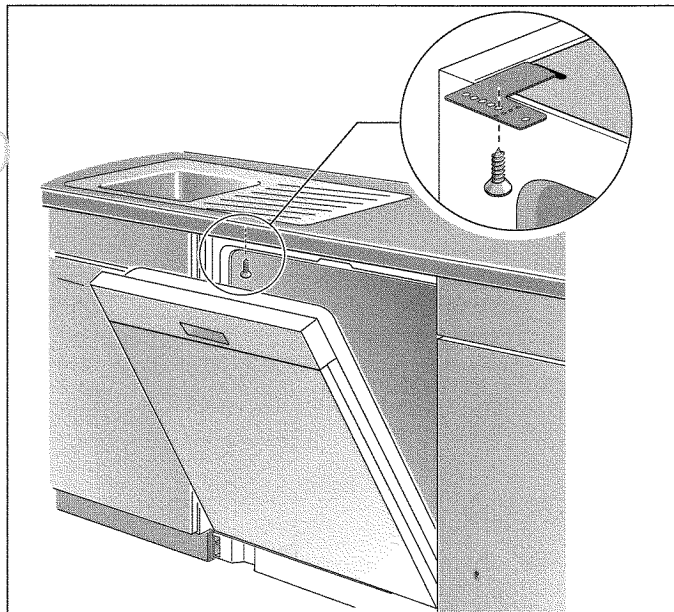

Figura 8.
1. Determine cómo colocar los soportes de montaje. Los soportes pueden colocarse de manera que sean atornillados abajo de la superficie del mostrador, como se muestra en la Figura 8; o bien, los soportes pueden doblarse y colocarse para ser atornillados a los lados de la abertura del mueble como se muestra en la Figura 9. Si la superficie del mostrador es de granito, mármol o cualquier otro material natural que pudiera dañarse al ser taladrado, la lavadora de platos debe montarse a los lados del mueble. Una vez que decida lo anterior, coloque los soportes de montaje antes de deslizar la lavadora de platos a su lugar, observe la Figura 10.